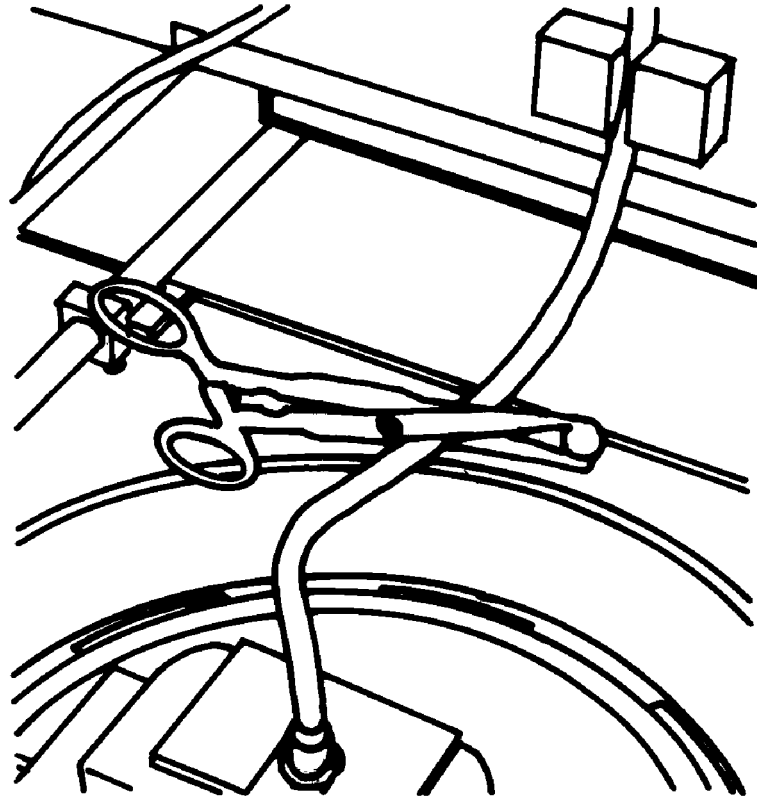

Figure 6-16: Correct clamp placement for predilution
1 kẹp tube clear giữa RCD và rotating seal (Figure 6-16).
- 2** kẹp tube clear giữa RCD và rotating seal (Figure 6-16 on page 6-18)
- a Kẹp tube clear giữa RCD và rotating seal (Figure 6-16 on page 6-18).